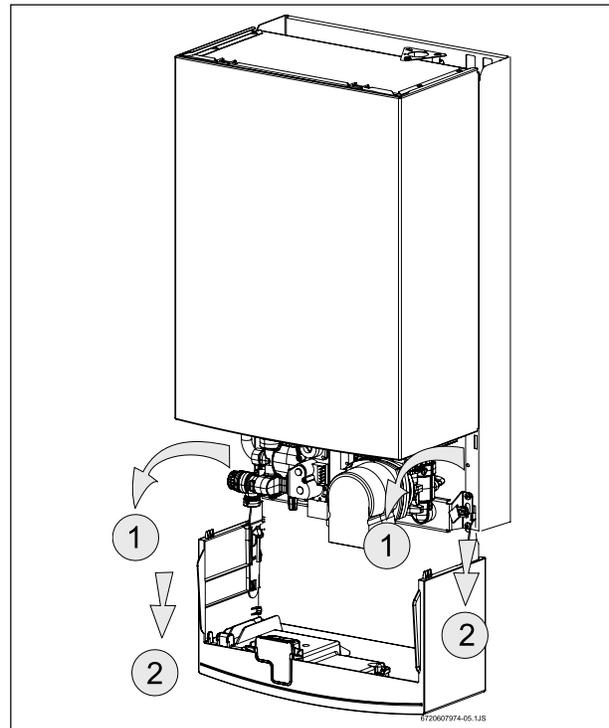

Рис. 10. Сервисное положение для доступа к системам водо- и электроснабжения
- ▶ Опустить коробку панели управления (см. рис. 10).